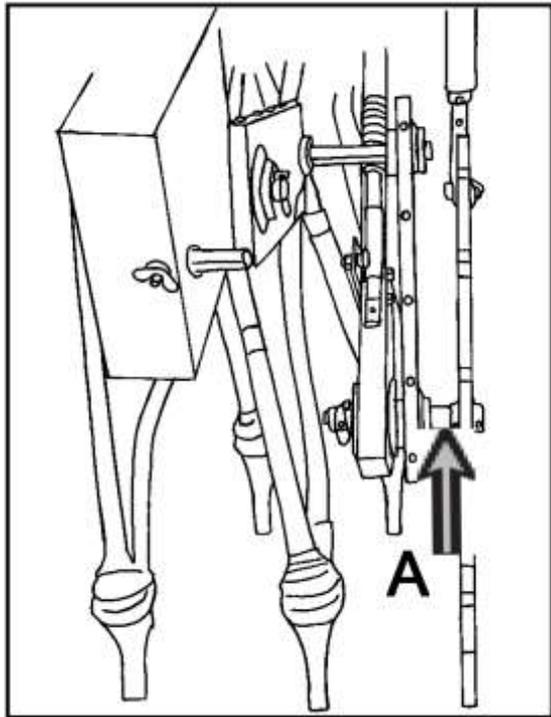
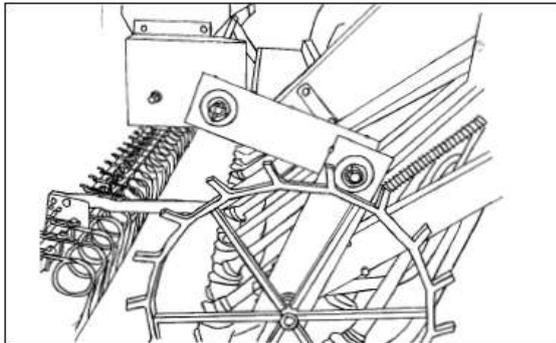
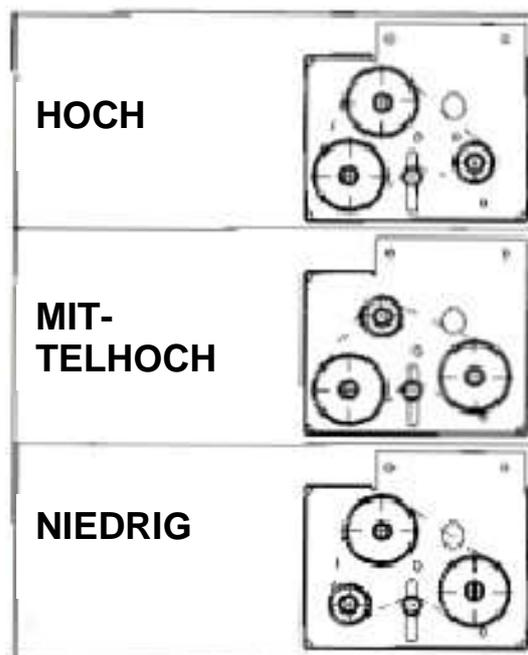

Abb. 23.
Abb. 24.
Abb. 27
Demontieren Sie das Spornrad. Anschließend demontieren Sie die Hülse (A) (Abb. 23). Montieren Sie die Doppelantriebskassette für den Feinsaatkasten an die Welle und montieren Sie das Spornrad. Gleichzeitig schließen Sie die Doppelantriebskassette seitlich am Feinsaatkasten an. Die Montage der Antriebskassette muss die möglichst langsame Drehzahl der Feinsaatkastenwelle ermöglichen. Die Kassette mit einer Sechskantloch 22 mm auf beiden Seiten soll am Spornrad und die Kassette mit Loch „14“ soll nach unten des Spornrads angebracht werden. Das Ende der anderen Kassette mit Loch „25“ zeigt in der entgegengesetzten Richtung, also vom und nicht zum Feinsaatkasten. Die zwei Kassetten sind über die mitgelieferte Welle miteinander verbunden. Siehe Abb. 24.
Sie wollen 20 kg Weidelgras pro Hektar aussähen, Skaleneinstellung 25 (siehe Abb. 27). Stellen Sie die Kettenräder auf HOCH ein. Siehe Abb. 23.